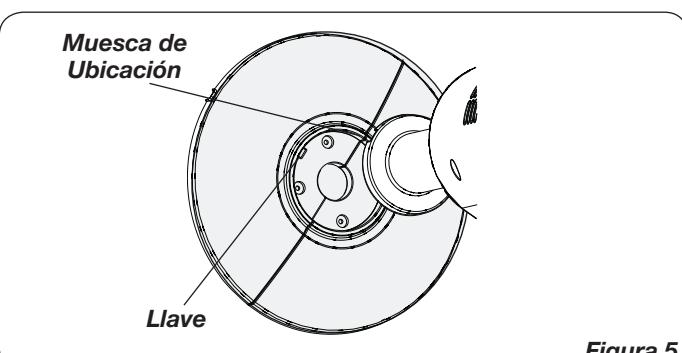
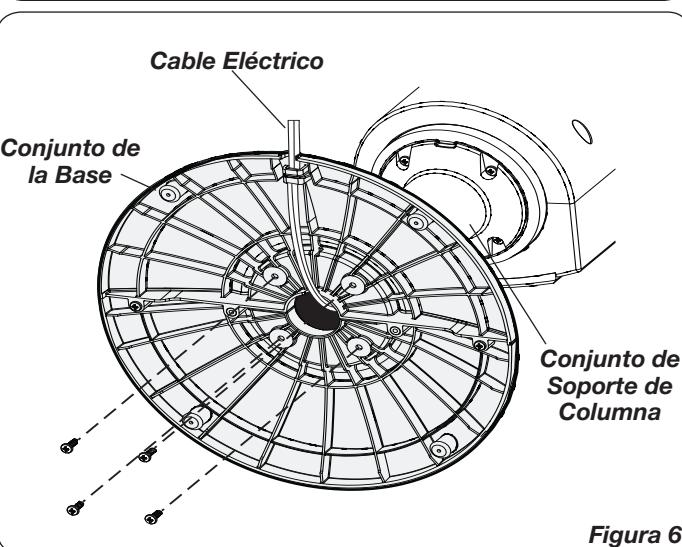

Figura 5
Figura 6
5. Alinee el **Conjunto de la Base** con el **Conjunto de Soporte de Columna**. Cerciórese de que la **Muesca de Ubicación** en el **Conjunto de Soporte de Columna** quede alineada con la **Llave** en el **Conjunto de la Base** (*Figura 5*). Una el **Conjunto de la Base** al **Conjunto de Soporte de Columna** con (4) tornillos M5 X 13 mm. Jale suavemente el **Cable Eléctrico** para que no quede holgado, y colóquelo en el **Canal Para Cable del Conjunto de la Base**. (*Figura 6*)